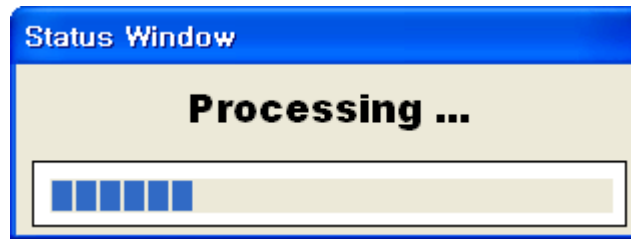

Figure 14. Firmware uploading window
- ④ Figure 14와 같은 화면이 나타나면, 업로드를 위한 Flash Rom File System(*.rom) 파일을 선택하고 “열기”버튼을 클릭합니다.